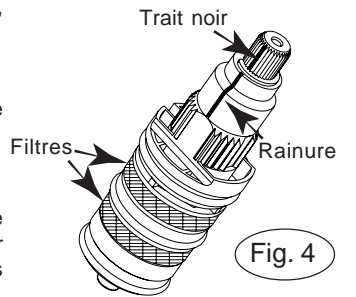

Fig. 4
- vérifier que le trait noir soit correctement aligné avec la rainure (voir fig. 4)
**Filtres de la cartouche thermostatique :** avec des eaux fortement calcaires ou chargées, les filtres (voir fig. 4) protégeant la cartouche thermostatique peuvent s'obstruer et réduire le débit. Il sera alors nécessaire de nettoyer les filtres en trempant dans du vinaigre chaud la partie de la cartouche sur laquelle ils sont sertis.